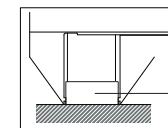

Fig.2
(2) Méthode d'étalonnage de la position '0' de la règle de hauteur de dent : prenez un bloc étalon de grade 3 dont la taille est égale à la limite inférieure du module mesuré. Essayez ensuite la surface de la plaque de granit (classe 1), placez le bloc étalon sur la plaque, appuyez sur le pied à coulisse pour la mesure de l'épaisseur des dents avec votre main gauche, de manière à ce que les deux mâchoires de mesure de la règle à mesurer la hauteur des dents soient en contact avec la plaque, comme illustré à la figure 2. Déplacez lentement le vernier de la règle de hauteur de dent avec la main droite, la surface de mesure de la règle de hauteur de dent et le bloc de mesure avec la main droite. Une fois le contact stabilisé, la ligne '0' et la ligne de queue sur le vernier doivent coïncider respectivement avec la ligne correspondante sur le corps de la règle.